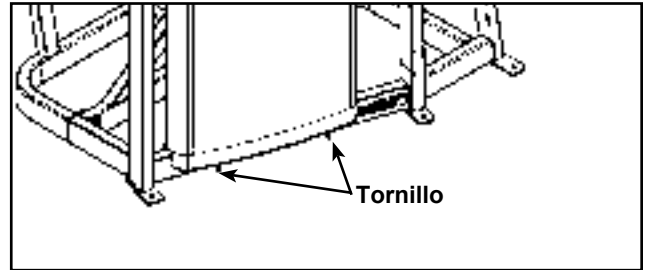

Figura 11
- A. Poner cuidadosamente el montaje de la cubierta nuevamente dentro de la posición respecto a los dos tornillos inferiores. Véase El Figura 11.